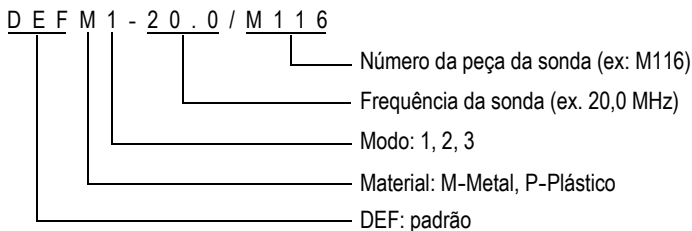

Figura 5-3 Selecionando uma configuração padrão para transdutor de elemento único
- c) Na tela **DEFAULT (PADRÃO)** para o tipo de sonda que estiver sendo utilizada (consulte o exemplo mostrado na Figura 5-3 na página 83), na lista de configurações padrão disponíveis, realce a configuração do transdutor que estiver sendo utilizada.